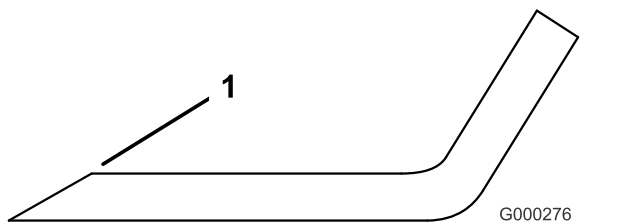

Figure 100
3. Examinez les tranchants de toutes les lames et aiguisiez-les s'ils sont émoussés ou ébréchés (Figure 100).
Remarque: N'aiguisiez que le haut du tranchant et conservez l'angle de coupe d'origine pour obtenir une coupe nette (Figure 100). Limez la même quantité de métal sur chacun des deux tranchants pour ne pas déséquilibrer la lame.